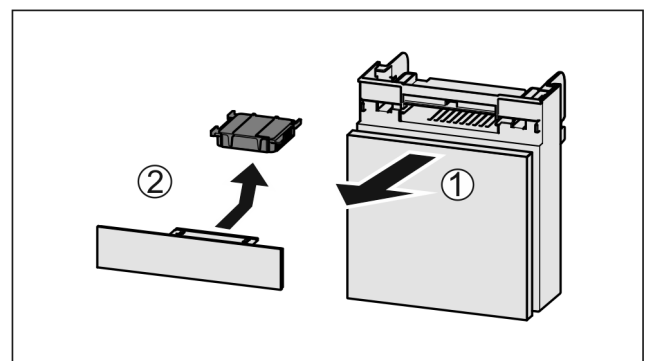

Fig. 118
- ▶ Lade vanaf de voorkant eruit trekken Fig. 118 (1).
- ▶ Actiefkoolfilter verwijderen Fig. 118 (2).